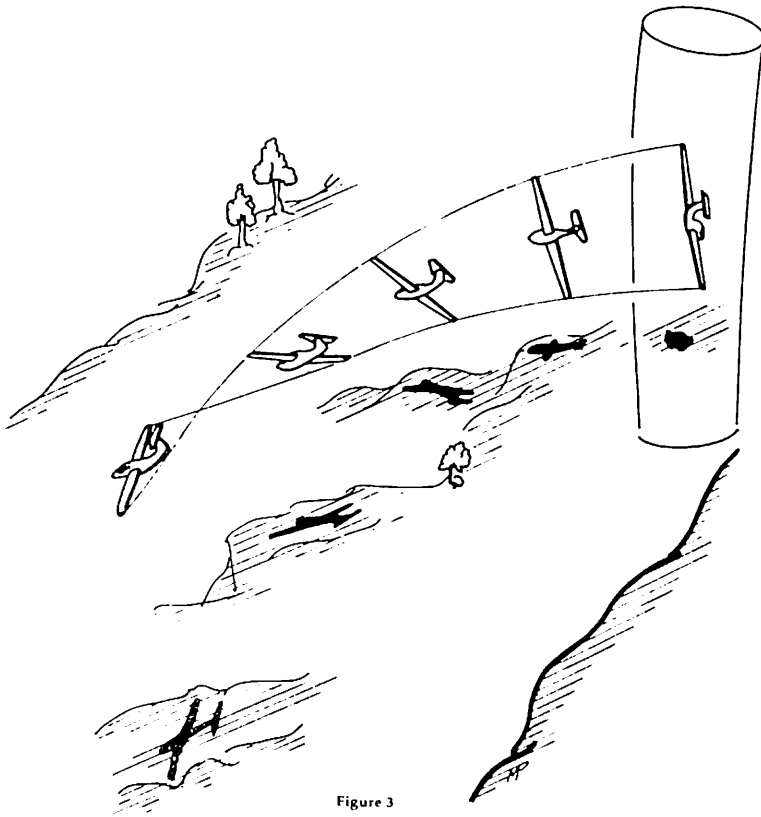

Figure 3
2) Valutate, pianificate ed addestratevi sulla tecnica di rimessa che usereste dovesse la montagna tendere la sua trappola sinistra a voi. Io raccomando una manovra come segue onde uscirne con la minima perdita di quota (vedere Fig. 3).